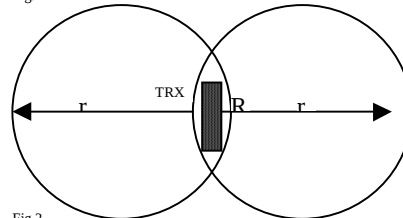

Fig.2
- Bariere radio locale (pereti, cladiri, etc) care atenuueaza sau reflecta semnalele radio (fig.2)